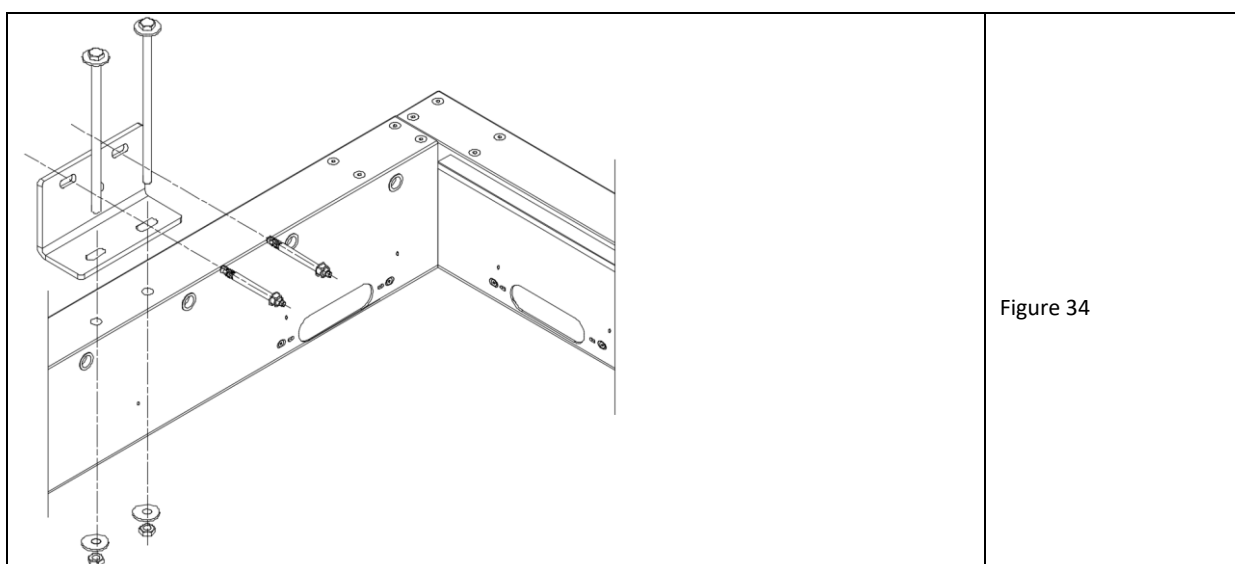

Figure 34
6. Placez les supports muraux sur les ancrages et les serrez aux poutres avec les boulons M12x240 avec rondelle et écrou autobloquant M12 (fig. 34). Fixez les supports aux ancrages. Vérifiez le nivellement de la poutre.